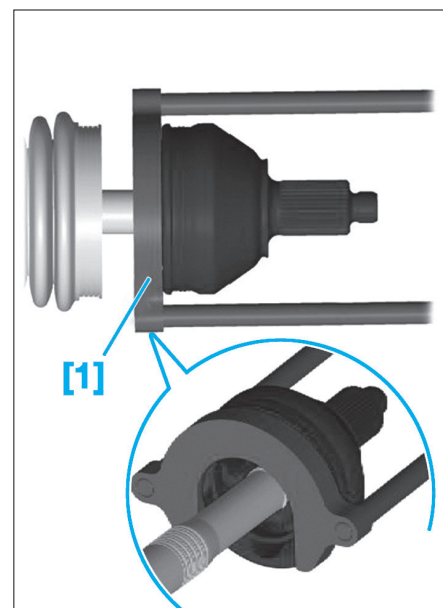

FIG. 7
- [1]. Extracteur d'arbre de transmission réf. T10382 (Fig.7).
- A l'aide de l'outil [1] et d'un l'extracteur à inertie, déboîter de l'arbre de transmission le joint homocinétique (Fig.7).